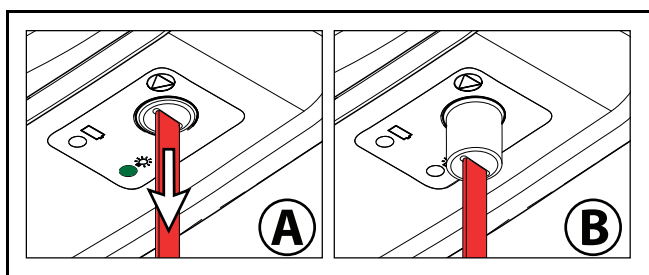

Fig. 8
- 1) Stands liften i en nødsituation ved at trække forsigtigt i den røde nødstoppsnor en enkelt gang, indtil der lyder et "klik" (se Fig. 8 - A). Læg mærke til, at nulstillingskontaktens plasticindsats i den øverste ende af den røde snor har bevæget sig ud (se Fig. 8 - B). Det grønne strømindikatorlys er slukket. Det kan også bemærkes at plejemodtageren begynder at blive sænket langsomt, når nødstoppet aktiveres. Dette er normalt.